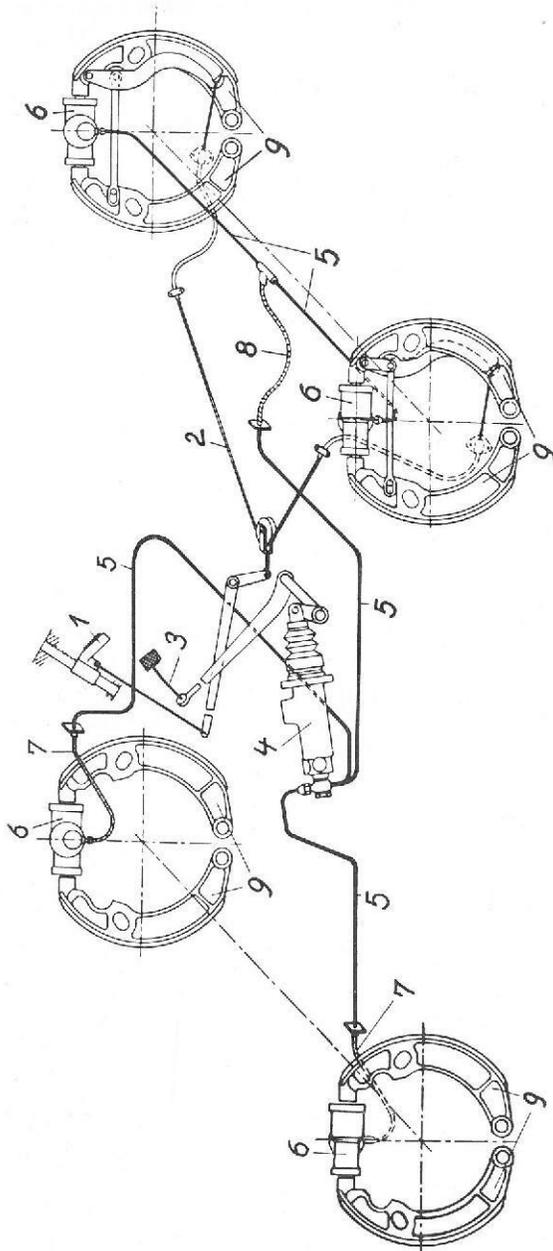

Bild 24. Anordnung der Bremsanlage
a) die **Handbremse**, die durch den Handgriff **1** unterhalb der Schalttafel (Bild 24) angezogen wird, wirkt durch das Drahtseil **2** über einen Rollenausgleich auf die Hinterräder und dient zur Sicherung des stehenden Fahrzeugs.
b) die **Fußbremse** ist als **Öldruckbremse** ausgebildet und wird durch den rechts vom Kupplungsfußhebel angeordneten Fußhebel **3** (Bild 24) in Tätigkeit gesetzt; **sie wirkt vollkommen gleichmäßig auf alle 4 Räder.**